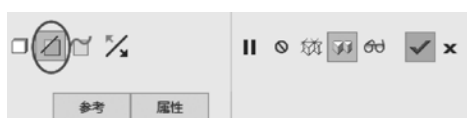

图 4-203 实体化修剪
- 使用“实体化”工具  实体化，用曲面修剪实体，得到如图 4-203 所示的结果。